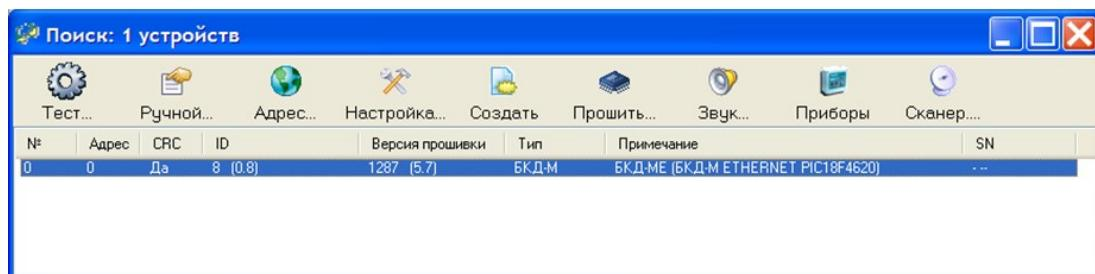

Рисунок 24 - Перечень найденных устройств
6) Выполнить поиск блоков, нажав на кнопку «Поиск». В результате появится список найденных блоков, где в самой верхней строке будет находиться блок BKD-M (рисунок 24). В столбце «Тип» блок BKD-ME будет показан как блок BKD-M.